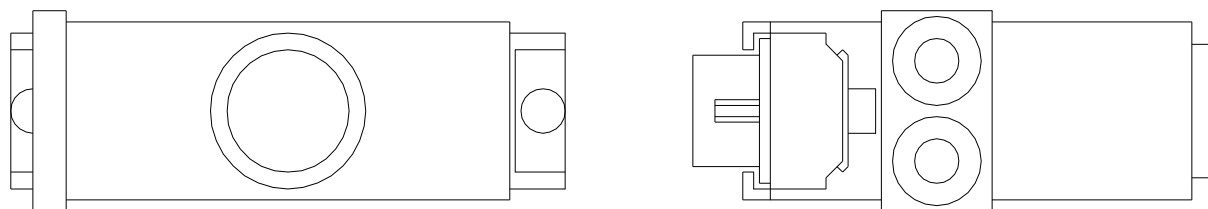

Рис. 1.3
- разъем для подключения датчиков «Входы...» имеет приспособление для крепления и последующего пломбирования Рис.1.3;